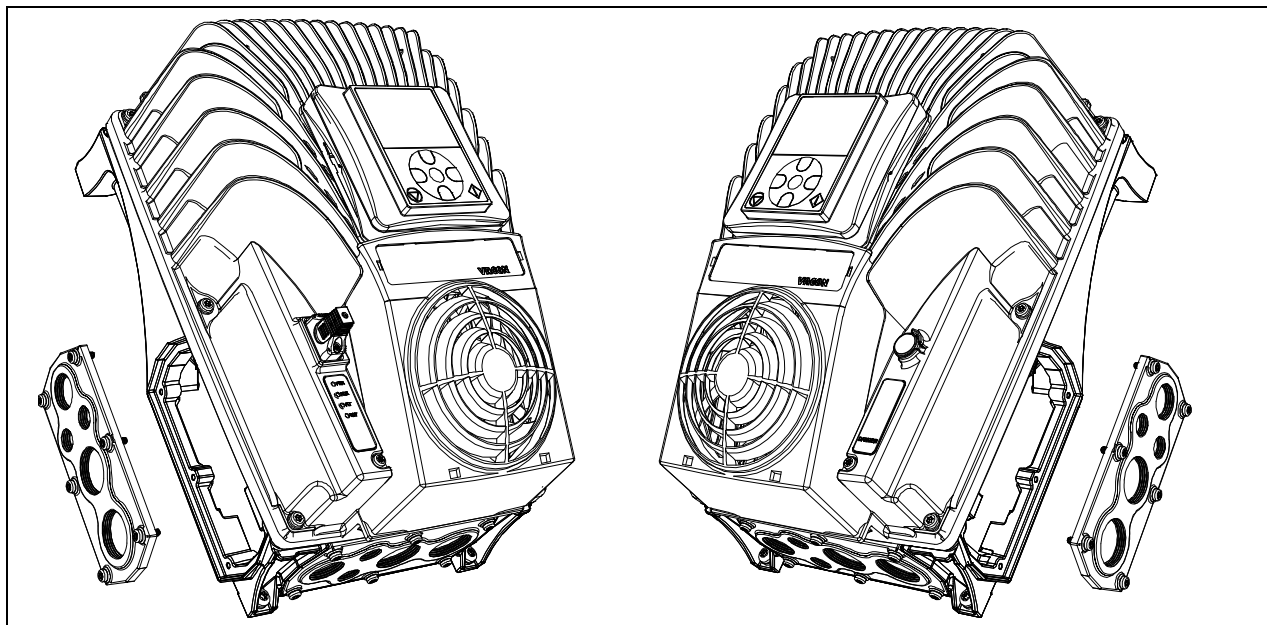

Abbildung 44. Lösen der Kabeleinführungsplatte: Beispiel MM5.
- Nehmen Sie die Kabeleinführungsplatte von der linken Seite des Frequenzumrichters ab, wenn der Netzschalter auf dieser Seite angebracht werden soll. Andernfalls nehmen Sie die Kabeleinführungsplatte auf der rechten Seite ab. Siehe Abbildung 44.